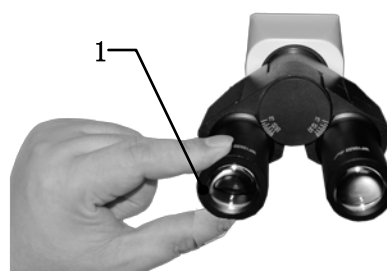

Fig.12
(2) Observe la microimagen sólo por el ocular izquierdo. Si la imagen está borrosa, es necesario ajustar las dioptrías con el anillo 1 para hacerla más clara. El rango de ajuste de dioptrías es $N=\pm 5$ dioptrías, tal y como se muestra en la Fig.12.